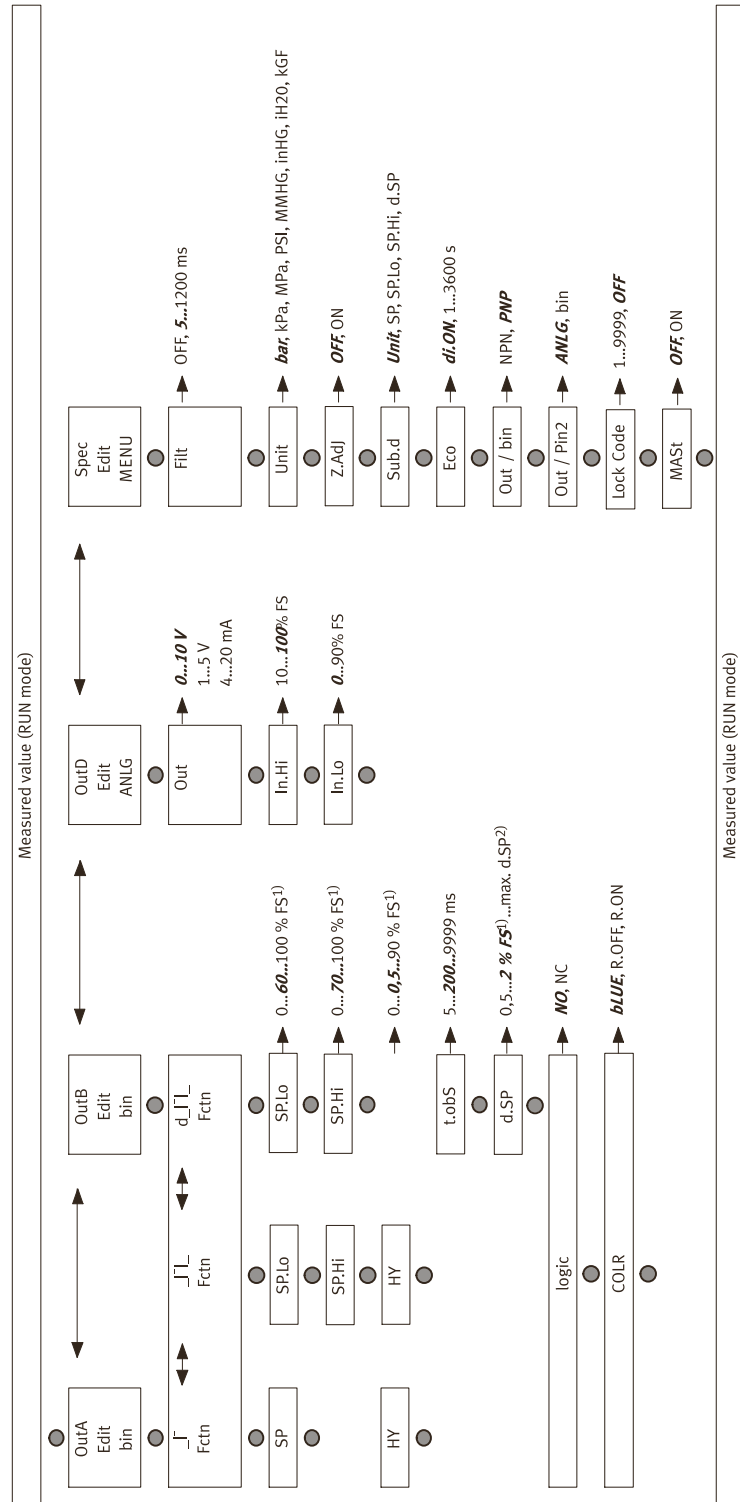

Fig. 7
Процесс конфигурирования коммутационных выходов для OutA и OutB идентичен. Далее процесс описывается на примере коммутационного выхода OutA. Структура меню → Fig.7
Пояснения к → Fig.7
- ☞ Появится [Rsto PARM]. Все параметры возвращены к заводским настройкам → Fig.7